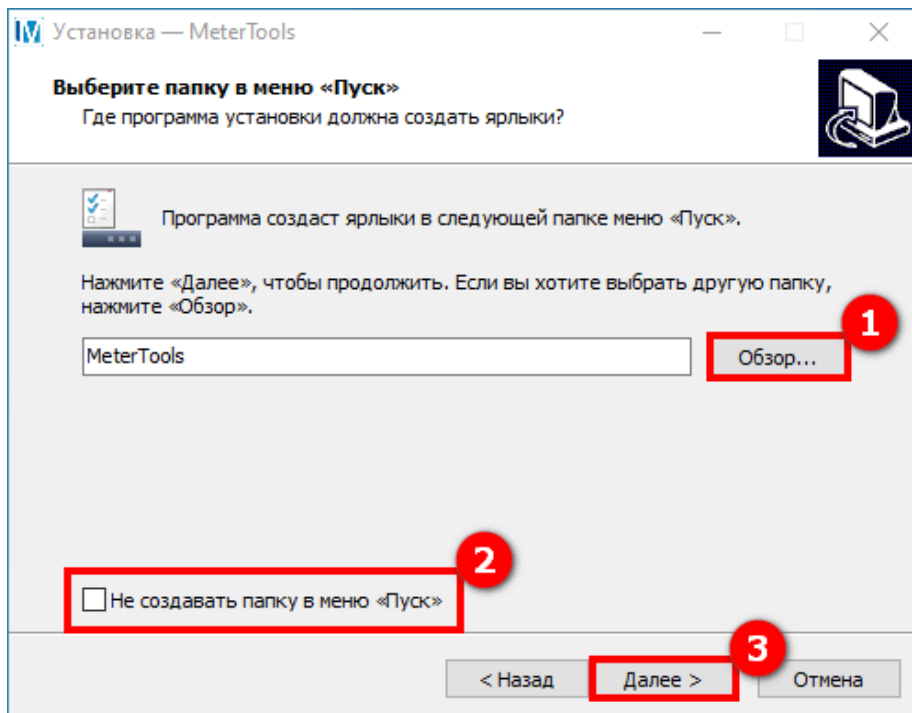

Рисунок 4 – Окно установки MeterTools (МетерТулс)
По умолчанию **Мастер установки** создаст ярлык папки в меню **Пуск**. Нажав на кнопку **Обзор** (1) (см. рисунок 4), можно выбрать другую папку. В случае отсутствия необходимости в создании ярлыка папки в меню **Пуск** необходимо проставить соответствующую отметку (2). Нажимаем кнопку **Далее** (3).